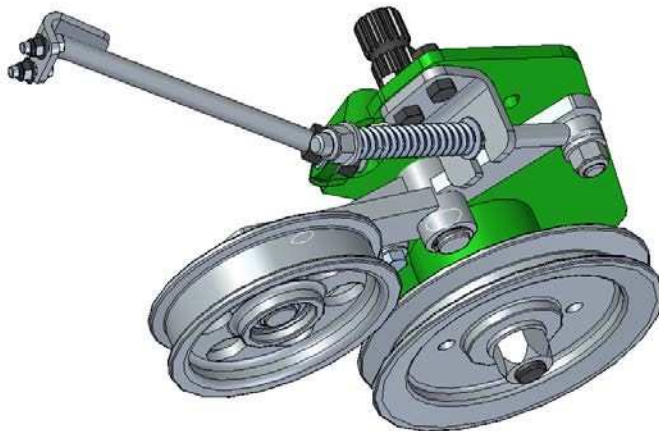

Abb. 22
3.3 Montage des Riemengetriebes der Mähmesser. Abb. 22
- Anstelle des ausgebauten Kegelradgetriebes das Riemengetriebe mit dem Kettenrad (früher aus dem Getriebe CERIO ausgebaut) montieren Abb. 22